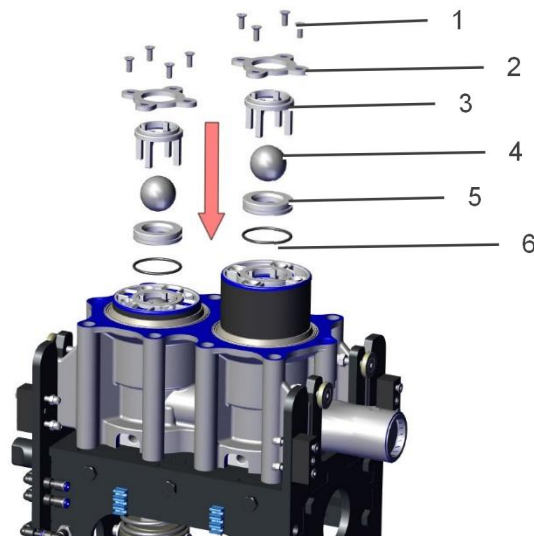

Abb. 6-2: Montage der Medienventile im Zylinderblock
1. Neue Ventilsitze (5) mit mit Montagefett (Renolit Unitemp 2, Timmer Art.Nr.: 70010083) gefetteten, neuen O-Ringen (6) einsetzen (Abb. 6-2: Montage der Medienventile im Zylinderblock).
2. Beide neuen Kugeln (4) und Körbe (3) einlegen.
3. Beide Haltesterne (2) einsetzen.
4. Alle acht Senkkopfschrauben M6x16 (1) reinigen und mit Montagefett (Renolit Unitemp 2, Timmer Art.Nr.: 70010083) fetten.